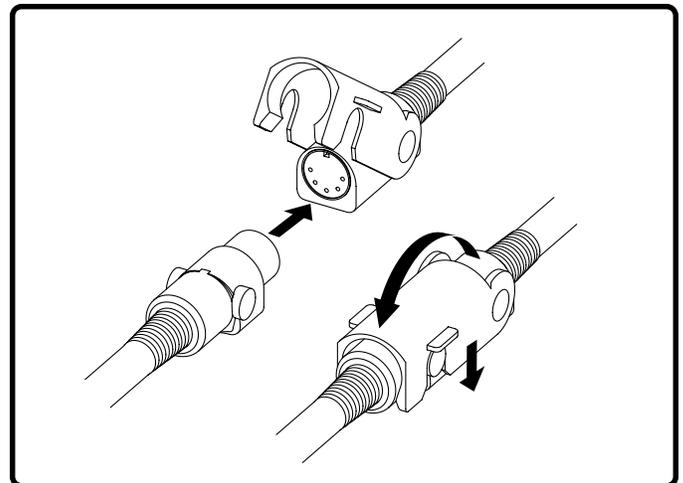

Figure 3.5 Connecteur rapide
**Manette de commande:** Contient les différents boutons pour le fonctionnement du fauteuil auto-souleveur. Référez-vous à la section V. "Fonctionnement" pour de plus amples informations. La manette peut être équipée d'un connecteur rapide (Fig. 3.5) afin de la détacher du fauteuil et empêcher toute utilisation.